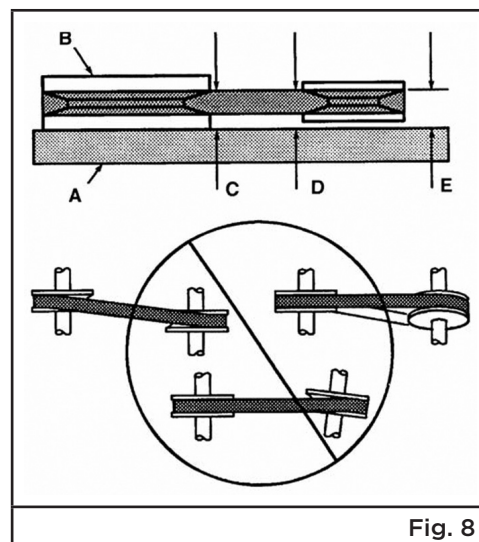

Fig. 8
Pour vérifier l'alignement de la poulie, enlevez le garde-courroie et placez une règle (A) contre le volant moteur de la pompe (B) (fig. 8). Mesurez et notez la distance entre la règle et le rebord de la courroie d'entraînement, soit au point C. Mesurez ensuite la distance entre la règle et le rebord de la courroie d'entraînement, soit aux points D et E. Les deux distances devraient être égales à la distance du point C. Si la distance D ou E est différente du point C, corrigez le déport avant de mettre le compresseur en marche.